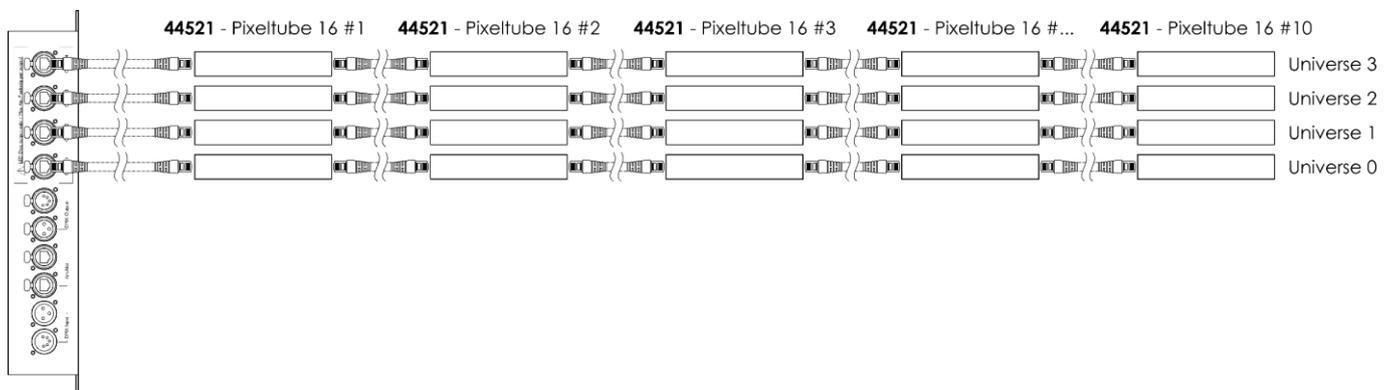

Fig. 06
Conecte el puerto de salida de la unidad Pixel Controller al **conector RJ45 de entrada (03)** de la unidad Pixeltube mediante un cable CAT (10 m máx.). Para obtener más información sobre la conexión del suministro de corriente véase la Fig. 06 de la página 10 y consulte el manual del usuario de la unidad Pixel Controller (44510).
- 04) Repita el paso 3 para conectar hasta 10 unidades Pixeltube por salida como se indica en la Fig. 06 de la página 10.